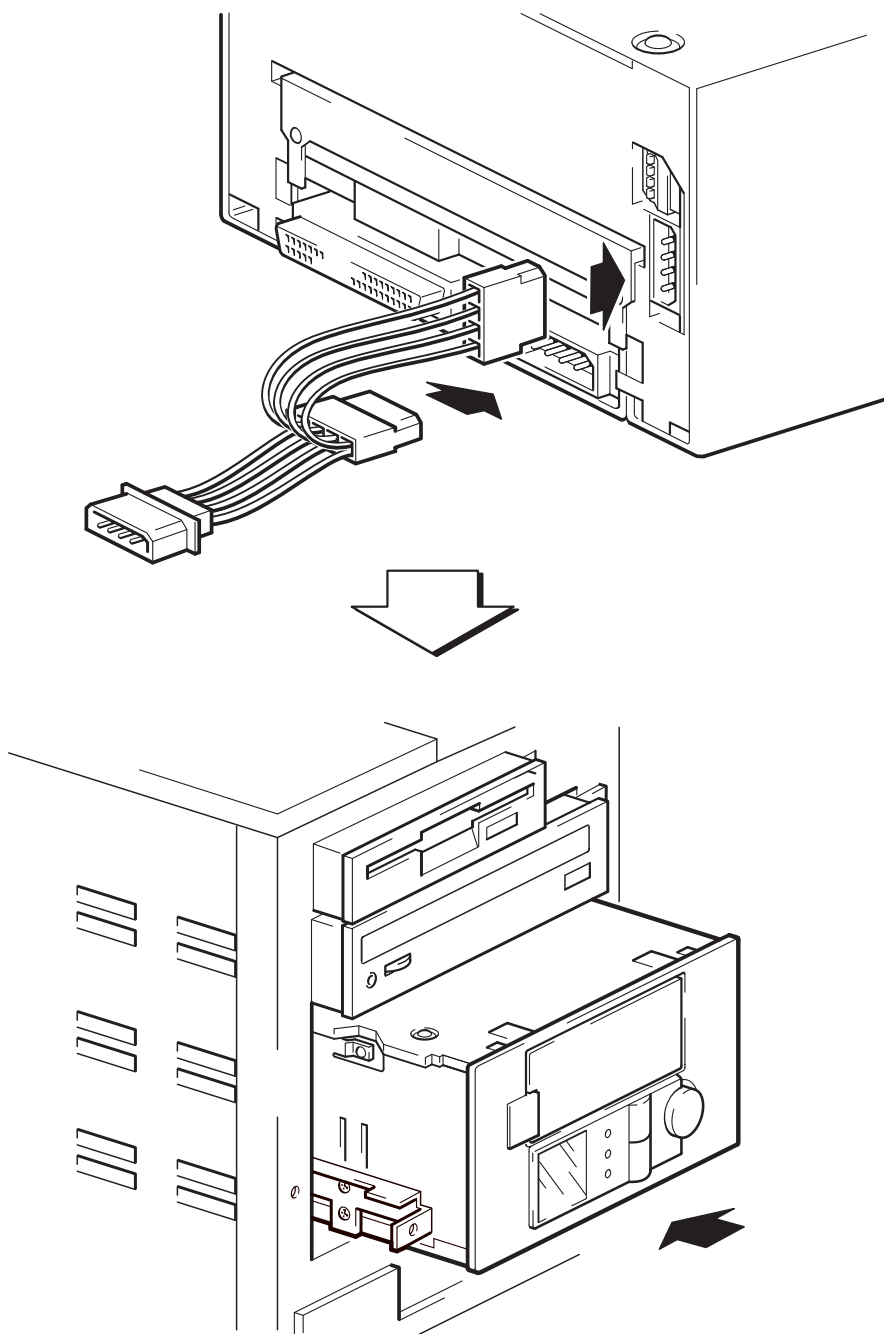

图 8：连接 Y 型电缆和安装设备
- 1 将 Y 型电缆的内孔连接器连接到自动装载器的两个电源插座上，如图 8 所示。
- 2 将自动装载器滑入打开的托盘，如图 8 所示，使托盘或导轨和托架中的槽对齐。